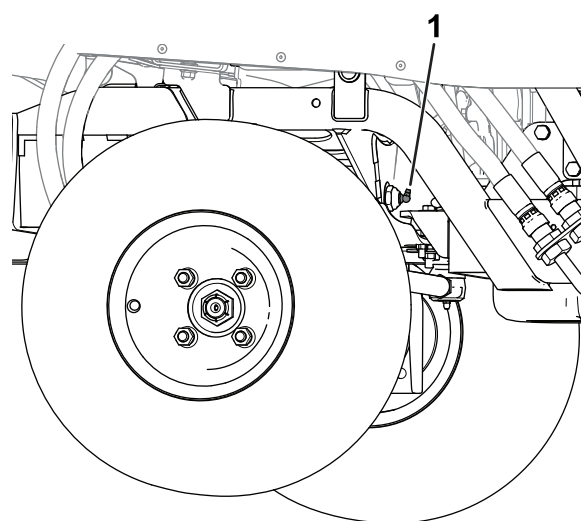

Figure 46
- Axe de pivot d'essieu (Figure 46)